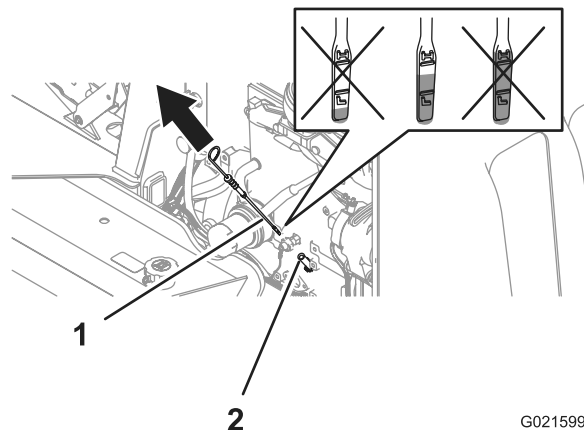

Figure 20
2. Retirez la jauge (Figure 20) et essuyez-la sur un chiffon propre (Figure 20).
3. Insérez la jauge au fond du tube, puis ressortez-la (Figure 20).